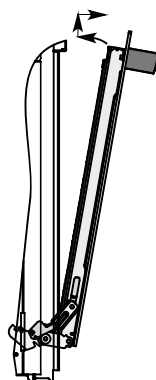

рис. 17
4. Взять дверцу за боковые стороны и потянуть на себя и вверх, чтобы освободить нижние оси шарниров, см. рис.17;